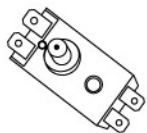

Рис. 4
- нажать до щелчка кнопку, расположенную по центру термовыключателя; рис.4;